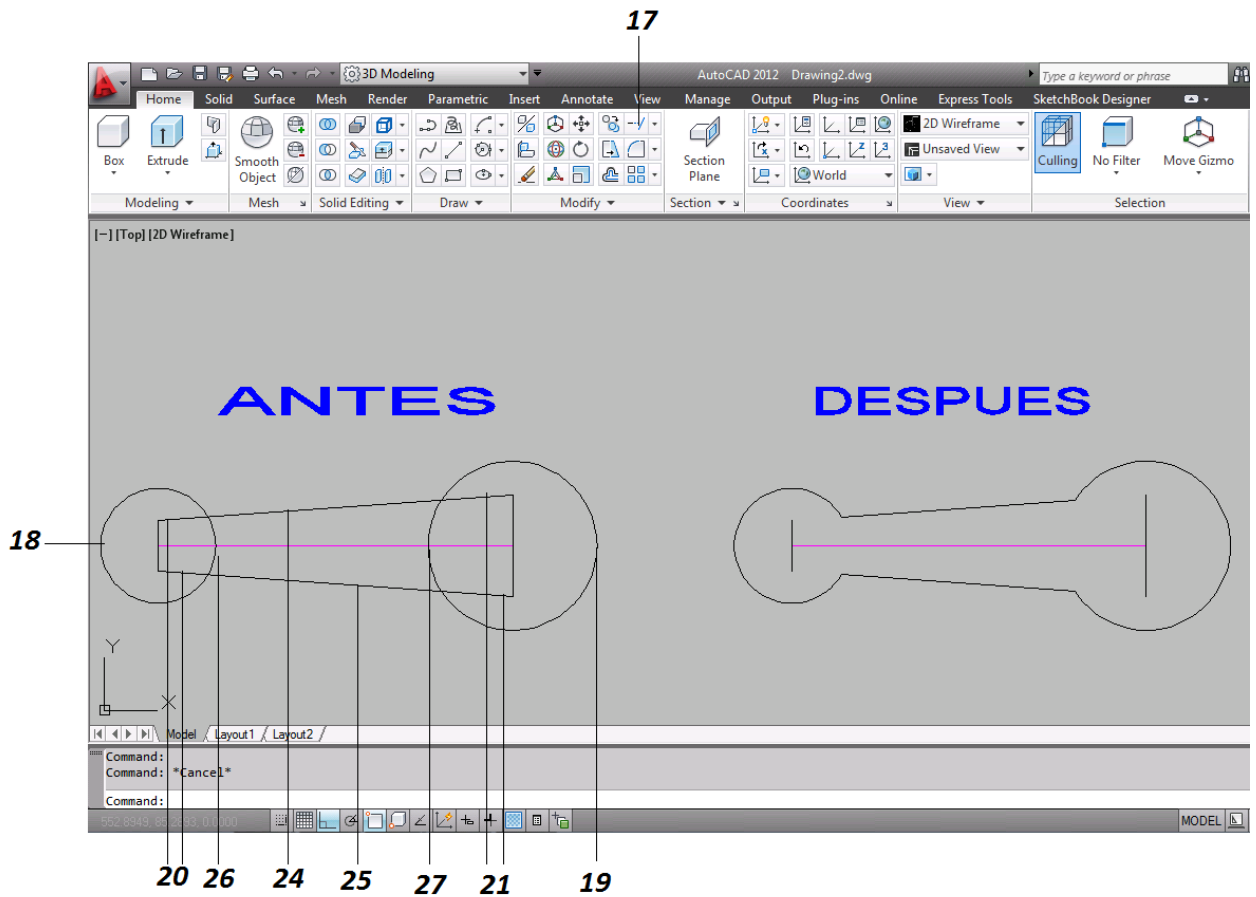

Figura 4.3 Ejercicio 1
17. Se selecciona el comando Recortar [Trim] (figura 4.3).
18. Se selecciona el círculo izquierdo como entidad cortante (figura 4.3).
19. Se selecciona el círculo derecho como elemento cortante (figura 4.3).
20. Se seleccionan las líneas que se encuentran al interior del círculo izquierdo (figura 4.3).
21. Se seleccionan las líneas que se encuentran al interior del círculo derecho (figura 4.3).
24. Se selecciona la línea que se localiza arriba de la línea guía como elemento cortante (figura 4.3).
25. Se selecciona la línea que se localiza abajo de la línea guía como elemento cortante y se da enter (figura 4.3).
26. Se selecciona la parte del círculo de lado derecho que se encuentra entre las dos líneas (figura 4.3).
27. Se selecciona la parte del círculo de lado izquierdo que se encuentra entre las dos líneas (figura 4.3).